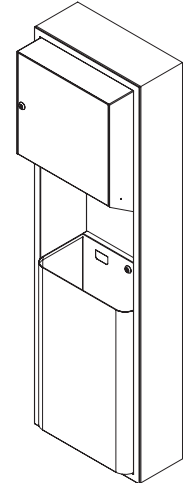

Figura 2
**IMPORTANTE:** El instalador debe proporcionar orificios de montaje ocultos en la parte posterior de la unidad antes de la instalación. Consulte la Figura 2 para conocer las sugerencias de ubicaciones para los orificios de montaje.
1. **Muros secos y de yeso:** Disponga refuerzos en el interior del muro (que sirva para tornillos N° 10 x 1 pulg.) en los lugares en que irán las ranuras de montaje que aparecen en la Figura 2 a continuación.